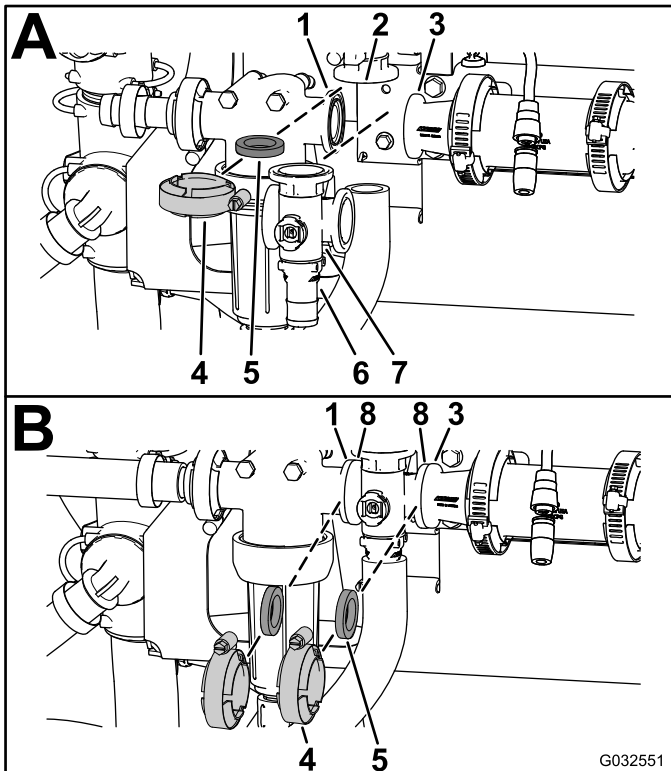

Bild 109
1. Fluchten Sie den Flansch des Rührwerksicherheitsventils, eine Dichtung und den Flansch des Endkappen-Anschlussstücks des Rührwerkventilverteilers aus (A in Bild 109).
am Anschlussstück des Sicherheitsventils zu befestigen (A in Bild 109).
4. Fluchten Sie eine Dichtung zwischen den Flanschen des Druckfilterkopfes und dem Rührwerkventilverteiler aus (B in Bild 109).
5. Montieren Sie den Druckfilterkopf, die Dichtung und den Rührwerkventilverteiler mit einer Klemme und ziehen sie mit der Hand an (B in Bild 109).
6. Fluchten Sie eine Dichtung zwischen den Flanschen des Rührwerkventilverteilers und der Reduzierkupplung aus (B in Bild 109).
7. Montieren Sie den Rührwerkventilverteiler, die Dichtung und die Reduzierkupplung mit einer Klemme und ziehen sie mit der Hand an (B in Bild 109).
2. Montieren Sie das Rührwerksicherheitsventil, die Dichtung und den Rührwerkventilverteiler mit einer Klemme und ziehen sie mit der Hand an (A in Bild 109).